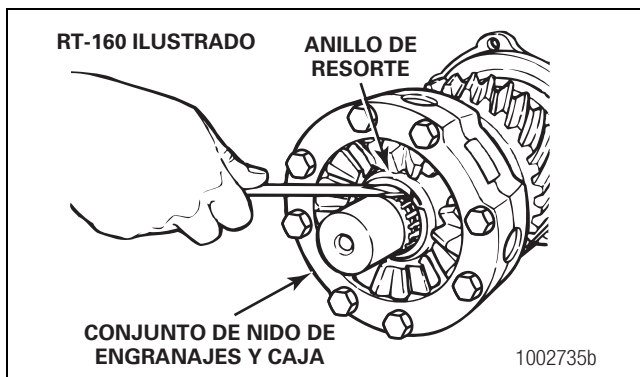

Figura 3.30
- Retire el anillo de resorte que sujeta el conjunto del diferencial entre ejes al eje impulsor. Retire el conjunto del diferencial entre ejes del eje impulsor. Figura 3.30.